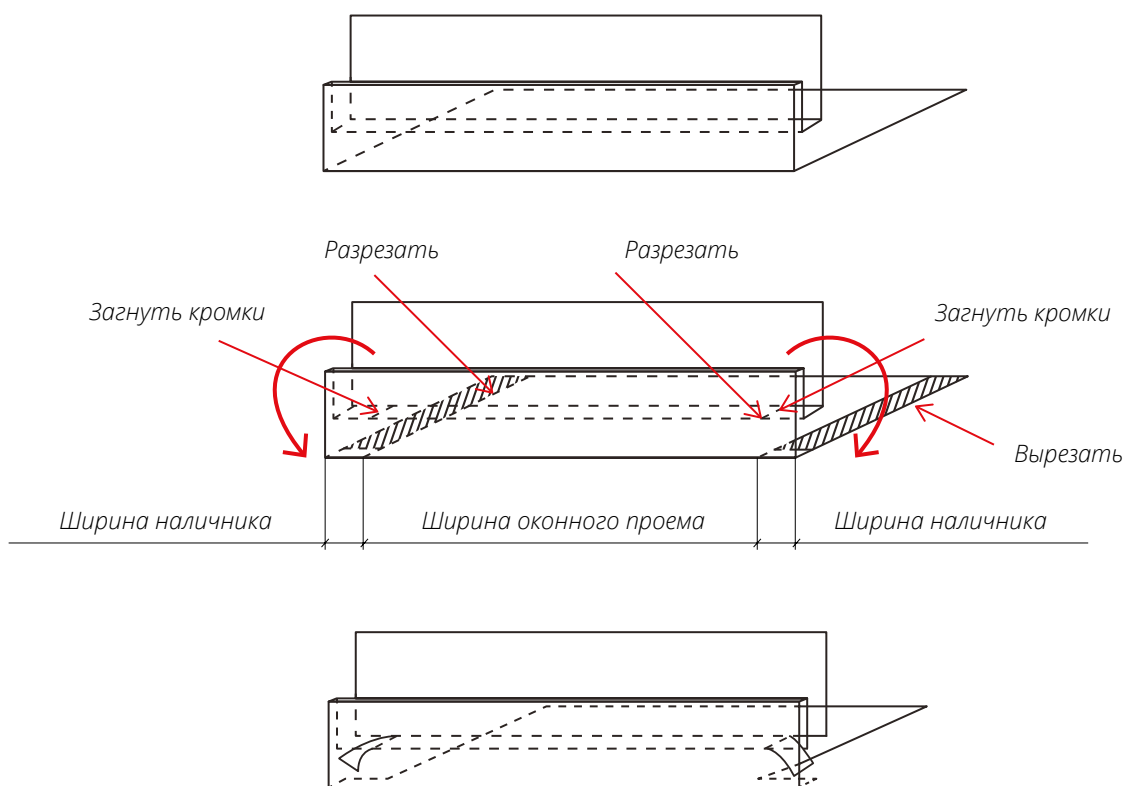

Рис. 15
- Подготовьте верхнюю Околооконную планку по схеме на рис. 15 и закрепите аналогично боковым планкам.